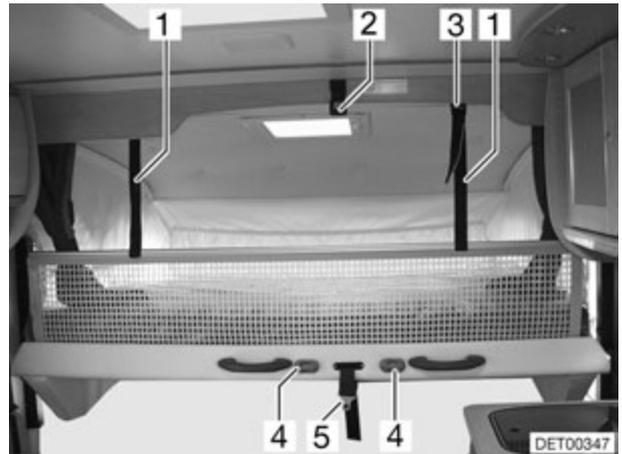

Fig. 75 Lit escamotable
- Détacher la sangle de sécurité (Fig. 75,5) du plafond (Fig. 75,2).
- Verrouiller le lit escamotable au plafond (Fig. 75,2) avec la sangle de sécurité (Fig. 75,5).
- L'échelle de montée doit être accrochée par les deux étriers aux crampillons (Fig. 75,4) se trouvant sur le lit escamotable.
- Suspendre les courroies de maintien (Fig. 75,1) aux crochets (Fig. 75,3) situés au plafond.